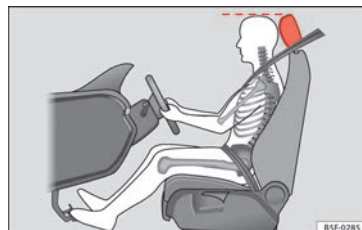

Abb. 92 Die richtige Kopfstützeinstellung des Fahrers.
- Stellen Sie die Kopfstützen so ein, dass die Oberkante der Kopfstütze sich möglichst auf einer Linie mit dem oberen Teil Ihres Kopfes befindet » **Abb. 92.**